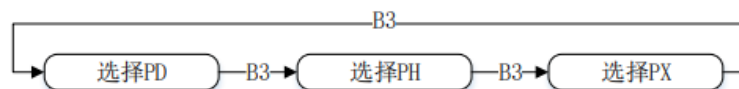

图 7 参数切换模式
① 在参数界面下, 按下 B3 按键, 切换当前选择的参数, 切换模式如图 7 所示。